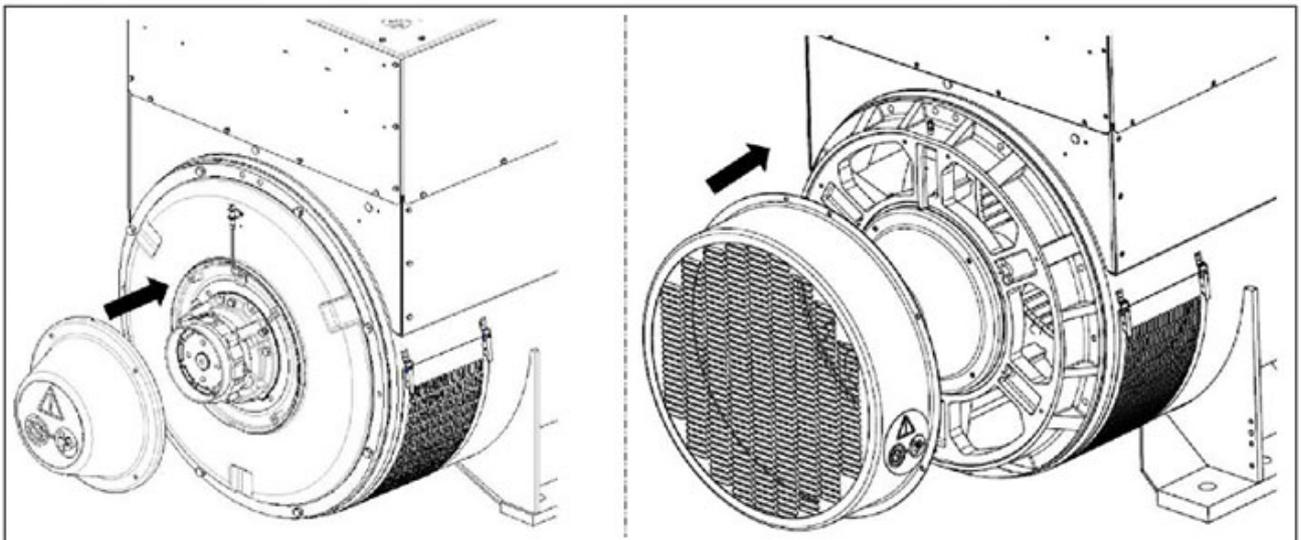

図 18. ローター輸送用サポートカバーの取り外しと取り付け手順
1. ローター輸送用サポートネジにアクセスするために必要なすべてのカバーを取り外します。参照: 図 18 ページ 31。
1. ローター輸送用サポートブランキングネジにアクセスするために必要なすべてのカバーを取り外します。参照: 図 18 ページ 31。